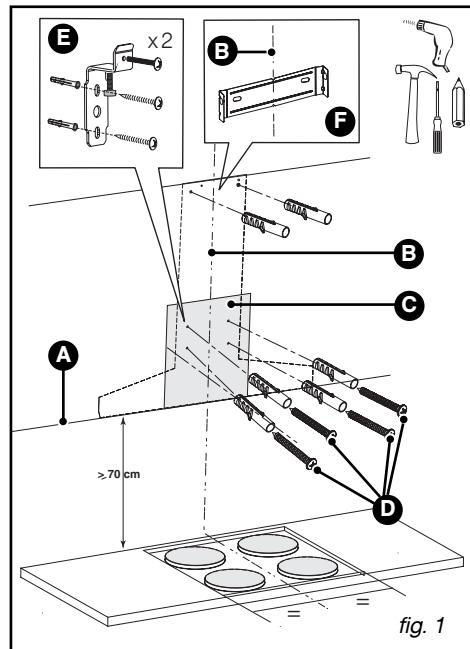

fig. 1
- Trek een verticale lijn (B/fig.1) op de muur, gecentreerd in verhouding tot de kookplaat, vanaf het plafond tot de horizontale lijn (A).
- Plaats mal C1 (fig.1) op de muur door de lijn die het midden van de afzuigkap voorstelt op de verticale lijn B (fig.1) te leggen .
- Plaats schouwsteun F (fig. 1) tegen het plafond en plaats de inkepingen op lijn B.
- Bevestig de metalen schouwsteen met behulp van de twee schroeven tegen de muur en tegen het plafond (fig. 1).